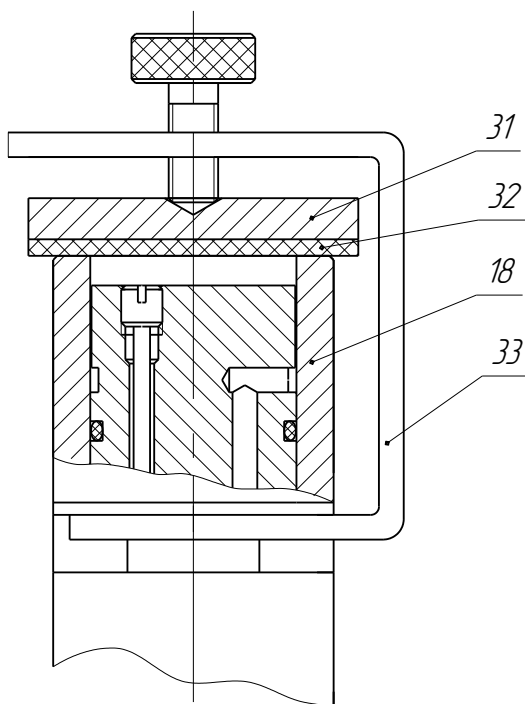

Рисунок 10 – Проверка герметичности
– заглушить сопло калибратора давления, прижав к срезу сопла (поз. 18, рис. 10) пластину (поз. 31) с резиновой прокладкой (поз. 32) с помощью специального приспособления (поз. 33) (входит в комплект поставки);
ВНИМАНИЕ: ПОСЛЕ ОКОНЧАНИЯ ПРОЦЕДУРЫ ПРОВЕРКИ ГЕРМЕТИЧНОСТИ, ВО ИЗБЕЖАНИЕ ПОВРЕЖДЕНИЯ МАНОМЕТРА, ПЛАВНО СБРОСЬТЕ ДАВЛЕНИЕ ИЗ КАЛИБРАТОРА, ОСЛАБЛЯЯ ПРИЖАТИЕ ПЛАСТИНЫ (ПОЗ. 31, РИС. 10) ПРИСПОСОБЛЕНИЯ ДЛЯ ПРОВЕРКИ ГЕРМЕТИЧНОСТИ.